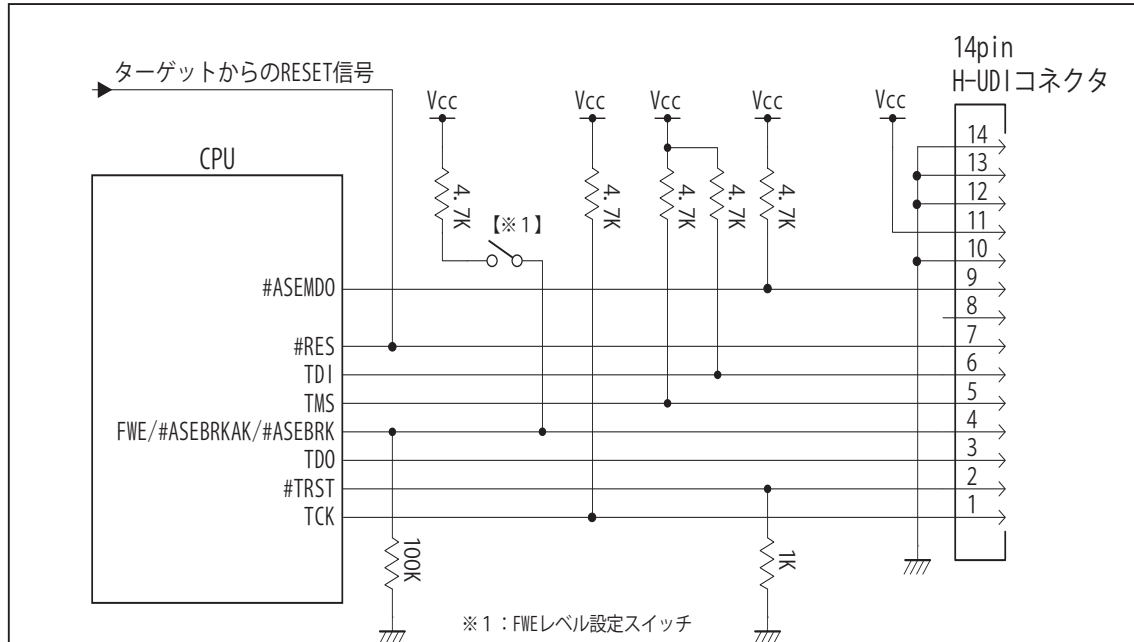

図4. H-UDI コネクタ接続図
- 図4に記載されている抵抗値は参考値です。
- FWE 端子（入力端子）は #ASEBRKAK/#ASEBRK 端子（入出力端子）とマルチプレクスされています。その為 FWE 端子のレベル設定は Vcc や GND に直結せず、図4のようにプルアップ/プルダウン抵抗で行って下さい。